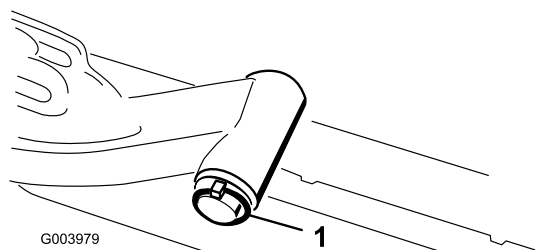

Bild 11
- A. Nehmen Sie den Klappstecker und die Scheibe ab, mit denen die Gelenkwelle des Hubarms am Hubarm befestigt ist. Schieben Sie die Gelenkwelle des Hubarms aus dem Hubarm (Bild 11).
- C. Setzen Sie die Hubarmwelle in den Hubarm ein und befestigen Sie sie mit der Scheibe und dem Klapstecker (Bild 11).